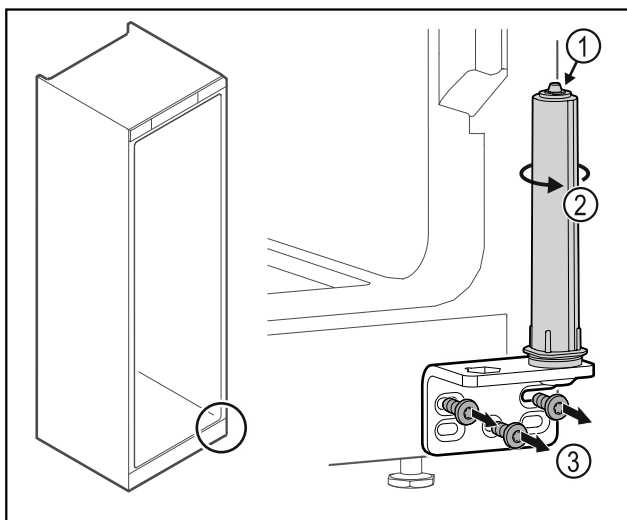

Fig. 50
- ▶ Не разглобявайте затварящата система на вратата Fig. 50 (1).
- ▶ Въртете затварящата система Fig. 50 (2), докато тя щракне.
- ▶ Развийте ъгъла на пантата Fig. 50 (3).